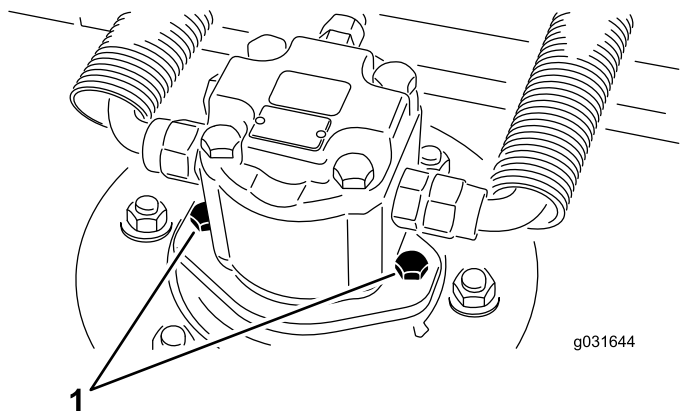

図 68
2. 油圧モータ取り付けねじを外して、デッキから油圧モータを外す 図 68。
4. 油圧モータ取り付けねじで、デッキに油圧モータを取り付ける **図 68**。